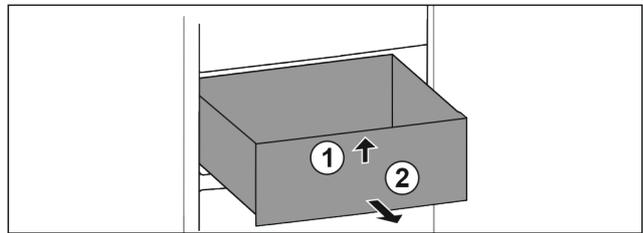

Fig. 16
▶ Schubfach vorne anheben. Fig. 16 (1)
▶ Schubfach nach vorne entnehmen. Fig. 16 (2)